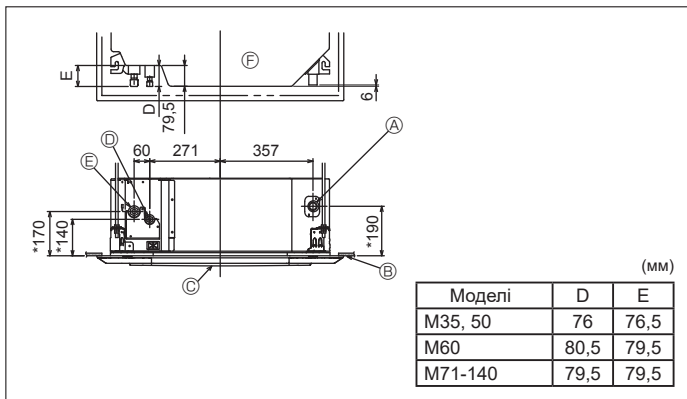

Fig. 3-3
3.3. Розміщення дренажної труби та труби холодоагенту внутрішнього блока (Fig. 3-3)